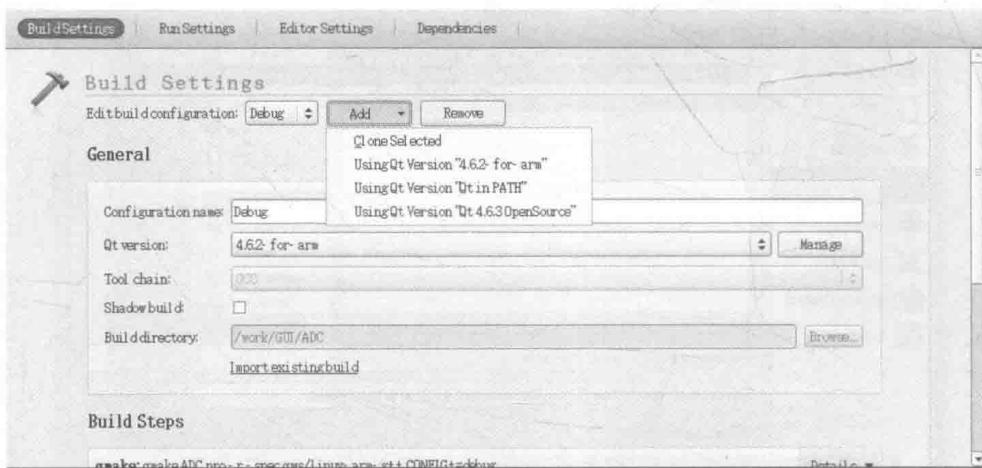

图 9-8 选择工程所使用编译器界面
(9) 点击“Projects”选项进入到工程设置界面，点击“Add”，选择适用于该程序运行平台的编译器，如果编译的是 ARM 平台的程序，选择上述步骤中命名的 4.6.2-for-arm；如果编译的是 x86 平台的程序，选择 Qt 4.6.3 OpenSource。需要注意的是，ARM 版本程序只支持 Release 版本的编译，如图 9-8 所示。